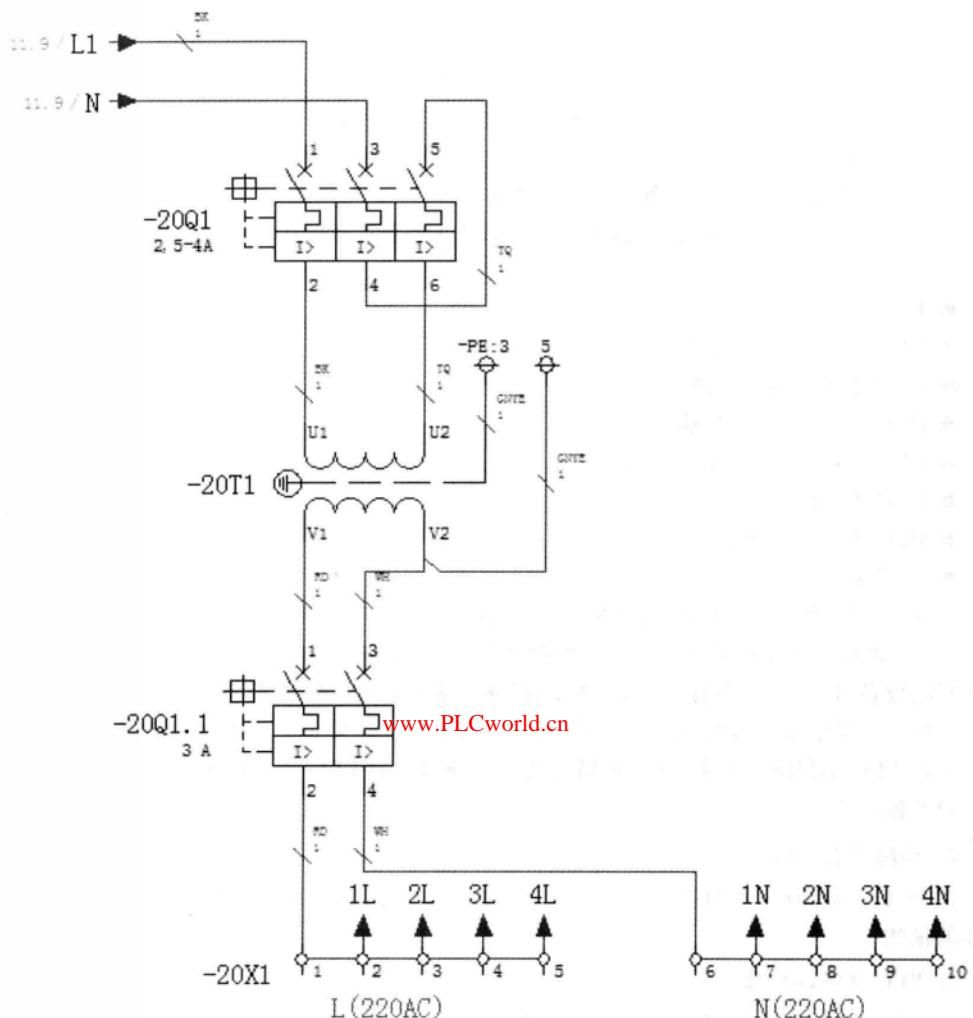

图 9-5 变压器输出保护和端子输出
② 选择伊顿穆勒的 C 曲线 4A1P 的断路器 SIE. 5SX2 104-7 作为变压器输出端的保护，为输出的 220 V 提供 2 组端子供其他电源使用，如图 9-5 所示。
③ 为导线定义颜色和线径：220 V 变压器出线用红色线，线径选择 1 mm^2 。220 V 单侧接地，接地侧 220 V 使用白色。